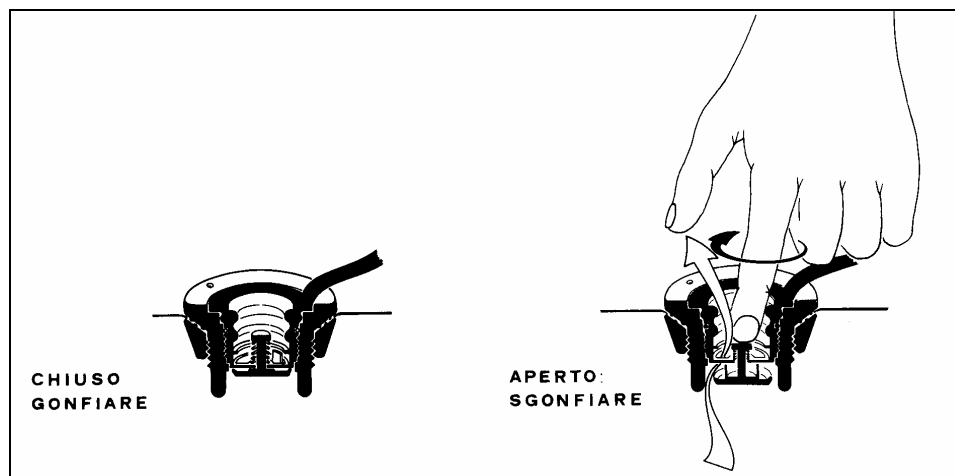

Figura 2.7 – Chiusura delle valvole di gonfiaggio.
**G** – Aprire i tappi delle valvole di sovrappressione ed assicurarsi che gli otturatori interni delle valvole di gonfiaggio siano in posizione di chiusura (Figura 2.7).